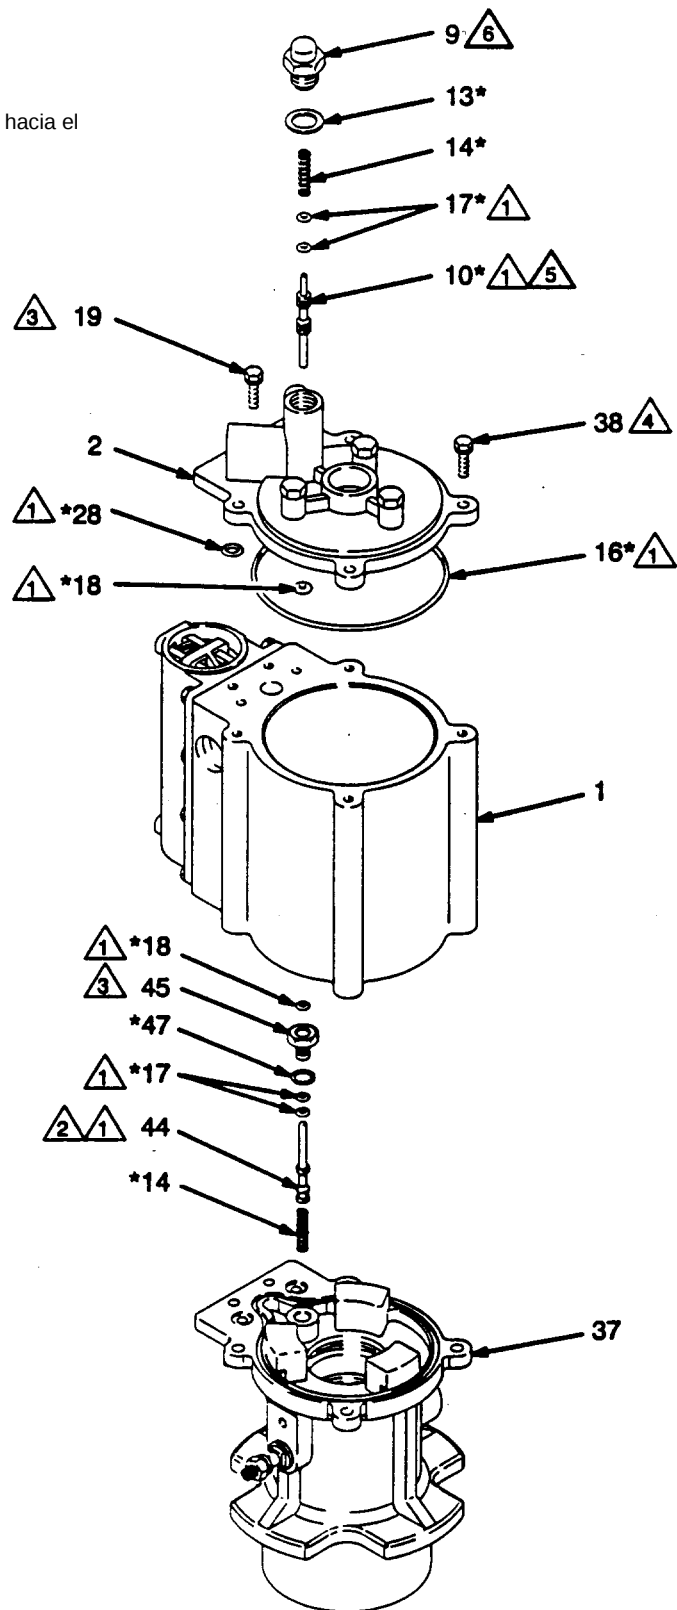

Fig. 7
1. Retirar el tapón superior (9) de la válvula de accionamiento de la tapa superior (2). Desroscar la junta de hermeticidad (13) del tapón (9). Véase Fig. 7.
2. Sacar el muelle (14) y la clavija (10) de la tapa superior (2). Retirar las dos juntas tóricas (17) de la clavija.
3. Retirar los cuatro tornillos (38) y los dos tornillos (19) que sujetan la tapa del cilindro superior (2) al cilindro (1). Retirar la junta tórica grande (16) y las dos juntas tóricas pequeñas (28) de la tapa. Retirar la junta tórica (18) del interior de la tapa superior.
4. Retirar el tapón de la válvula de accionamiento inferior (45) de la base del motor (37). Desroscar la junta de hermeticidad (47) del tapón (45). Retirar la junta tórica (18) del tapón. Véase Fig. 7.
5. Retirar la clavija de accionamiento (44) y el muelle (14). Retirar las dos juntas tóricas (17) de la clavija.
1. Engrasar la junta tórica (18*) e instalarla en el tapón de accionamiento inferior (45). Roscar la junta (47*) en el tapón. Véase Fig. 7.
2. Instalar el muelle (14*) en la base del motor (37). Instalar las dos juntas tóricas (17*) en la clavija de accionamiento inferior (44*). Engrasar la clavija y las juntas tóricas e instalar la clavija en la base, con el extremo largo apuntando hacia fuera de la base.
3. Atornillar el tapón (45) en la base del motor (37). Apretar hasta el par 1,6-1,9 N.m.
4. Engrasar las dos juntas tóricas pequeñas (28*) y la junta tórica grande (16*). Instalarlas en las entalladuras de la tapa superior (2). Engrasar la junta tórica (18*) e instalarla en el interior de la tapa del cilindro superior (2). Véase Fig. 7.
5. Instalar la tapa superior (2) en el cilindro (1). Instalar los cuatro tornillos (38) y apretar hasta el par 4,0-5,1 N.m. Instalar los dos tornillos (19) y apretar hasta el par 1,6-1,9 N.m.
6. Instalar las dos juntas tóricas (17*) en la clavija (10*). Engrasar la clavija y las juntas tóricas e insertar la clavija en la tapa superior (2). El extremo largo debe apuntar hacia el interior del motor.
7. Enroscar la junta de hermeticidad (13*) en el tapón (9). Instalar el muelle (14*) en la tapa superior (2). Atornillar el tapón en la tapa superior y apretar hasta el par 6,8-7,9 N.m.